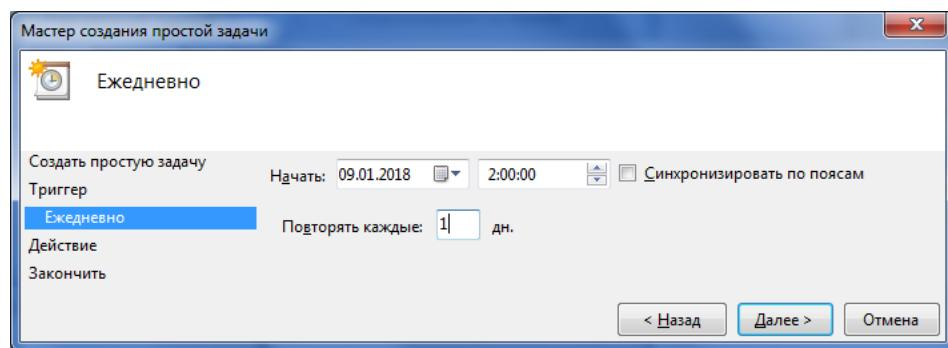

Рисунок 9.31 — Установка времени выполнения задания
- В следующем окне укажите время выполнения задания и дату начала выполнения. Рекомендуется выбрать время с минимальной активностью объектового оборудования и минимальной загруженностью серверного ПК. Обычно этоочные часы (с 1:00 до 5:00). Затем нажмите кнопку *Далее* (см. рисунок 9.31).